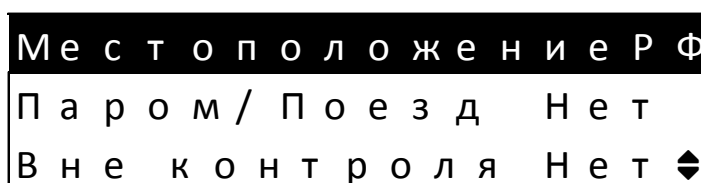

Рисунок 7.2.2 - Окно выбора и включения режима «Вне контроля»
7.2.8 Выбор и включение режима «**Вне контроля**» (рисунок 7.2.2) включается или выключается последовательным нажатием кнопки **4 (ОК)** по кругу **Да/Нет**.